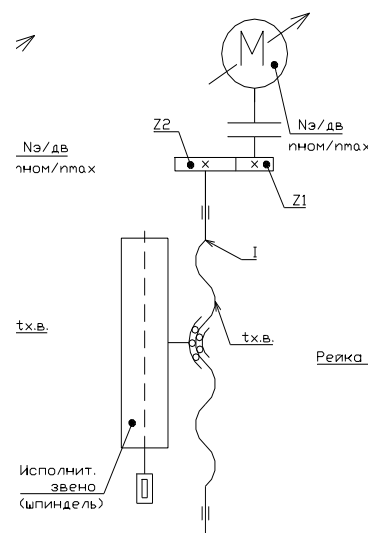

Рис. 2
16. На схеме рис. 2 определите скорость подачи шпинделя (мм/об.) при $n_{шп} = 1600$ мин⁻¹, $n_3 = 1000$ мин⁻¹, $Z_1 = 20$, $Z_2 = 50$, шаге ходового винта $t_{х.в.} = 10$ мм и числе заходов винта $k=1$.